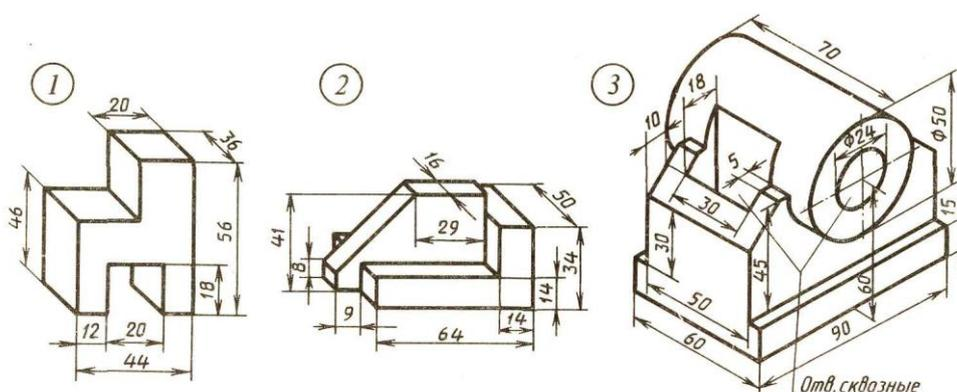

Рисунок 5 – Исходные модели для варианта 2
5. Выбрать вариант задания для построения технического рисунка по комплексному чертежу (рис.5);